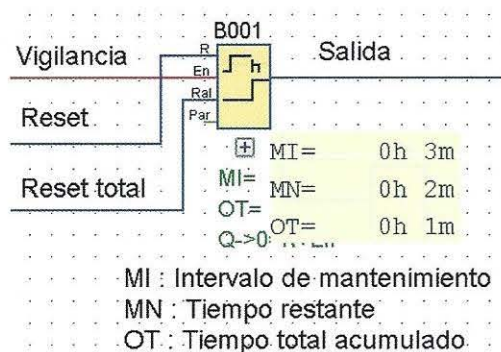

Figura 5.63. Simulación de un contador de horas de funcionamiento.
En la Figura 5.63, se muestra un ejemplo de una simulación de un contador de horas de funcionamiento. Se ha configurado con un intervalo de mantenimiento (MI) de 3 minutos. En la Figura 5.63, también se observa que quedan